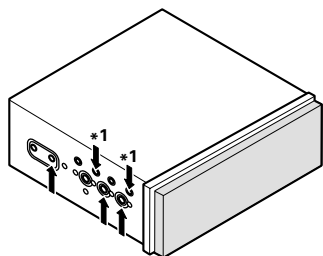
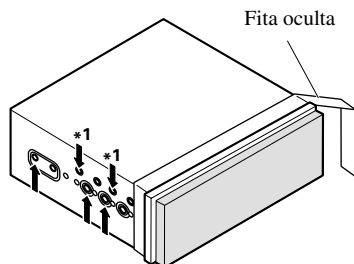
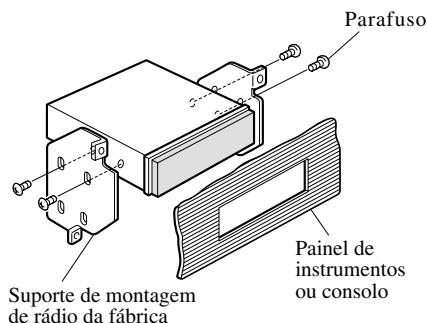

Fig. 18
Fig. 19
Fig. 20
- **Fixação do aparelho no suporte de montagem de rádio da fábrica. (Fig. 18) (Fig. 19) (Fig. 20)**